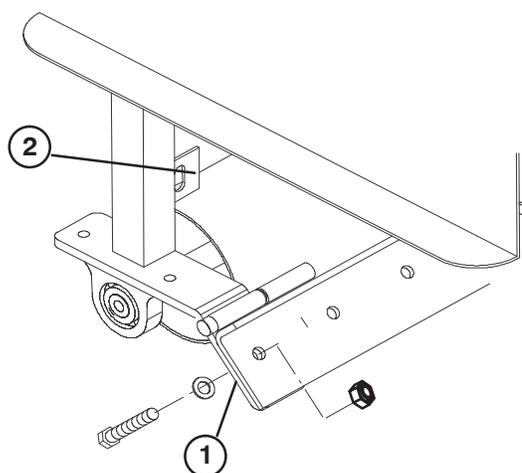

Figure 15
- A. Retirez les écrous fixant chaque extrémité de la barre porte-protège-gazon aux montants du rouleau (Fig. 15).